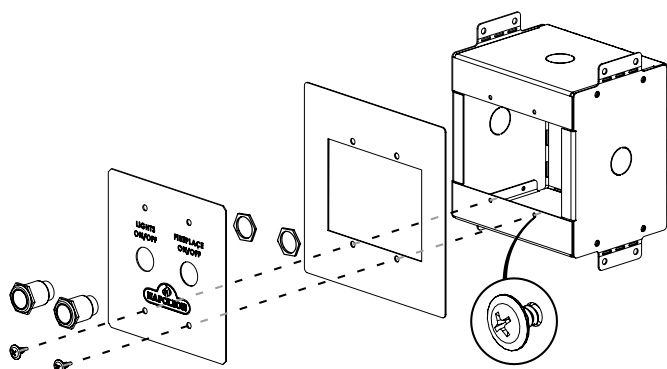

FIG. 1
1. Assemblez l'interrupteur de commande (FIG. 1).